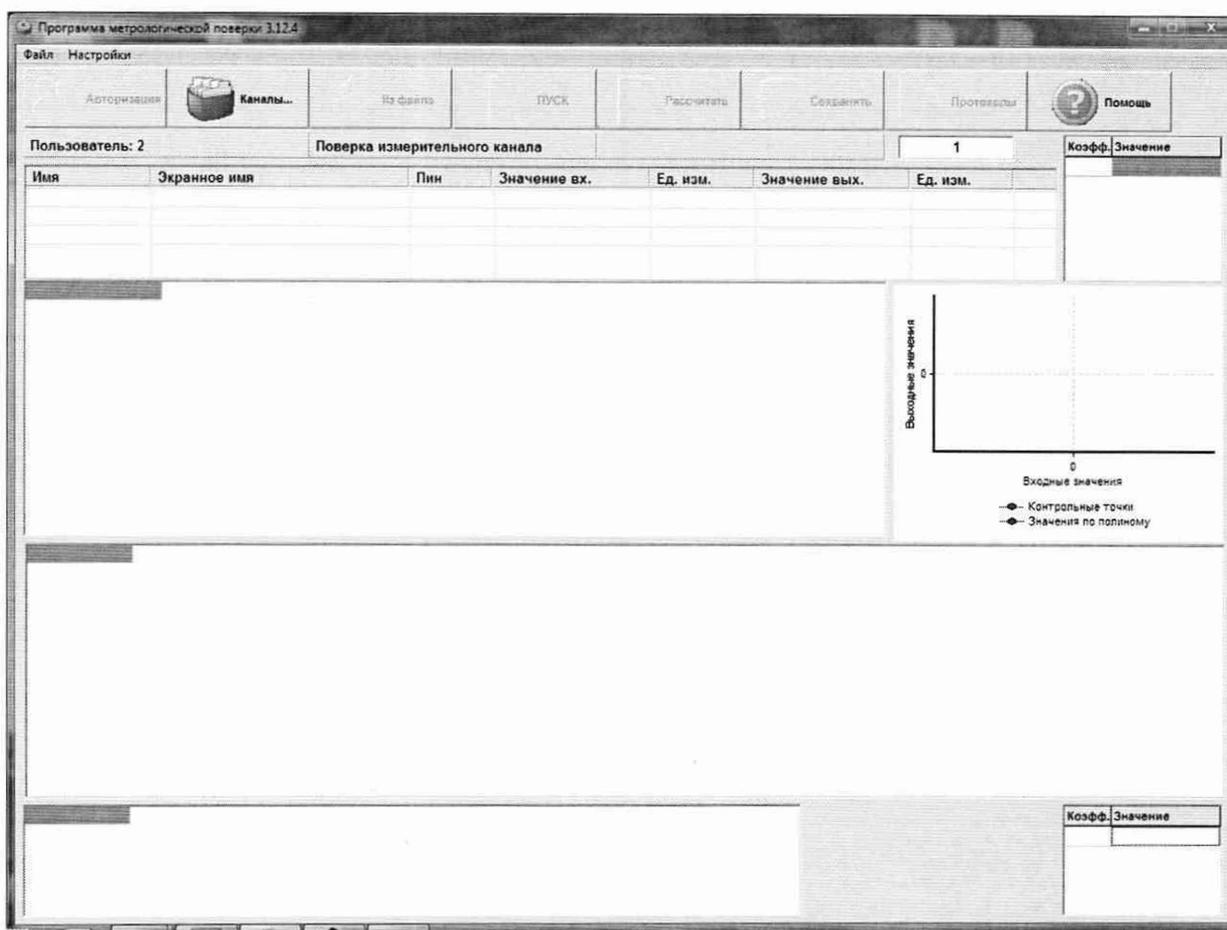

Рисунок 3 – Вид главного окна ПО «Метрология»
8.6.8 Настроить программу «Метрология» для проведения поверки (Рисунок 3)